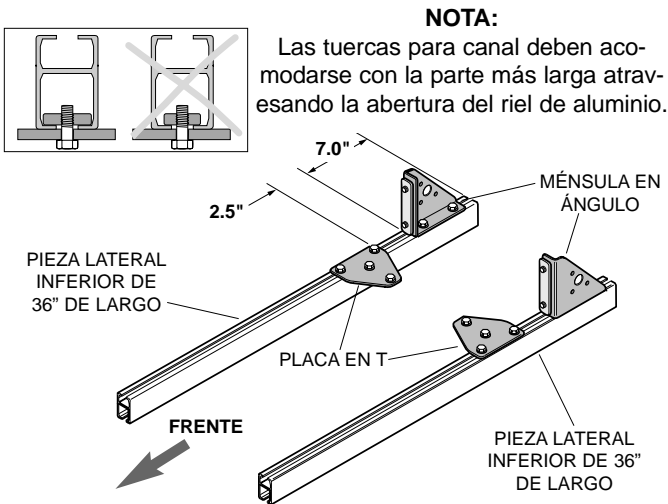

Figura 2
2. Localice las dos piezas laterales inferiores de 36" de largo, las dos ménsulas en ángulo y las dos placas en T. Coloque las piezas de aluminio sobre el piso con la ranura grande hacia abajo. Una las ménsulas en ángulo y las placas en T a las piezas laterales, deslizando las tuercas para canal dentro de los rieles de aluminio. Acomode como se muestra en la Figura 2 y apriete las tuercas para canal para fijar.